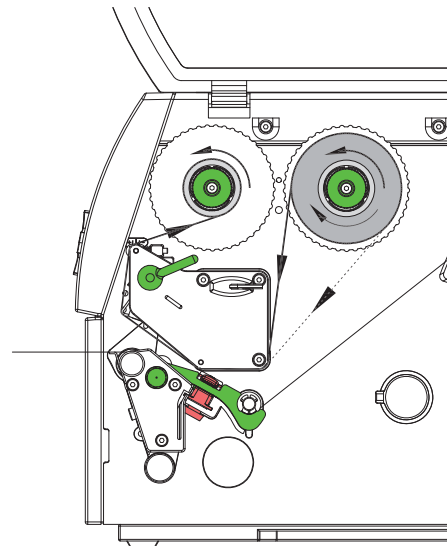

Figura 12 Percorso del nastro transfer
2. Ruotare la leva (6) in senso antiorario per sollevare la testa di stampa.
3. Spingere il rotolo di nastro transfer (1) sullo svolgitore (2), in modo tale che lo strato di colore del nastro sia rivolto verso il basso durante lo svolgimento.
4. Posizionare il rotolo di nastro transfer (1) sullo svolgitore in modo tale che le due estremità del rotolo si trovino su valori della scala identici.
5. Reggere il rotolo di nastro transfer (1) e ruotare la manopola sullo svolgitore (3) in senso antiorario, fino a fissare il rotolo.
6. Spingere un'anima (4) adeguata sull'avvolgitore di nastri transfer (5) e posizionala e fissarla allo stesso modo del rotolo di nastro.
7. Condurre il nastro transfer attraverso la meccanica di stampa come rappresentato nella Figura 12. La linea continua vale per nastri con il lato rivestito avvolto verso l'interno, mentre quella tratteggiata per i nastri con il lato rivestito avvolto verso l'esterno.
8. Fissare l'estremità iniziale del nastro transfer centrandolo sull'anima (4) con un nastro adesivo. Nell'impiego di anime più larghe del nastro transfer, utilizzare la scala graduata (7) sull'angolo di addendum per orientare il nastro. Osservare il senso di rotazione dell'avvolgitore del nastro transfer in senso antiorario.
9. Ruotare l'avvolgitore del nastro transfer (5) in senso antiorario per lisciare il nastro transfer.
10. Ruotare la leva (6) in senso orario per bloccare la testa di stampa.